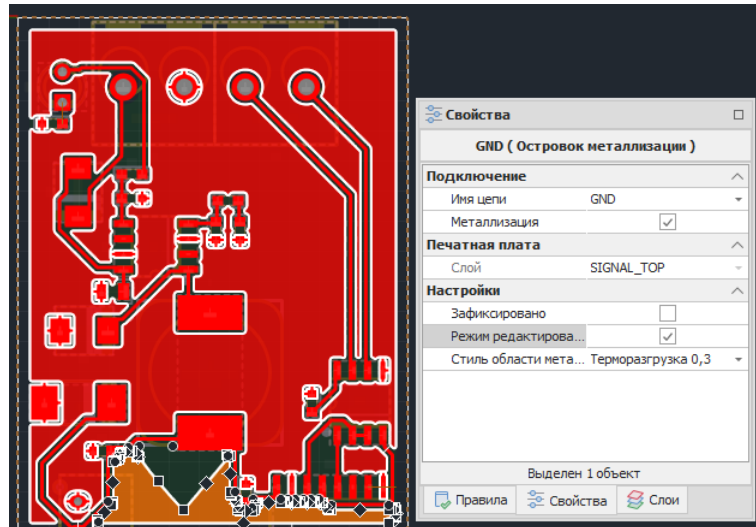

Рис. 419 Измененная геометрия островка металлизации
4. Завершить перемещение точек трансформации, геометрия островка изменена, см. Рис. 419.